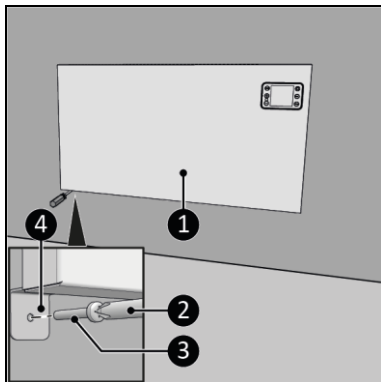

Figure 13
14. Replacez l'appareil (figure 13, pos. 2) sur les supports muraux (figure 13, pos. 1).
15. Vissez et serrez les supports de l'appareil (figure 13, pos. 4) avec une grande vis (figure 13, pos. 3) au mur (figure 13, pos. 3) en utilisant un tournevis Phillips (figure 13, pos. 2).